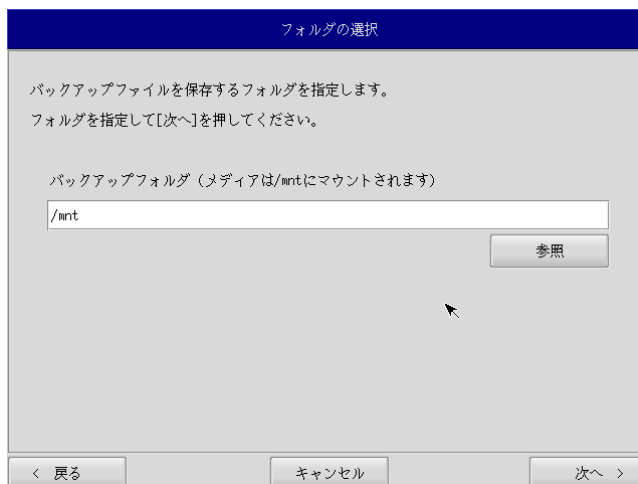

図 5-3-3. フォルダ選択画面
- ⑦ フォルダ選択画面（図 5-3-3）が表示されます。[参照] ボタンを押します。
- ⑨ フォルダ選択画面（図 5-3-3）で指定したバックアップフォルダが入力されていることを確認します。[次へ] ボタンを押します。